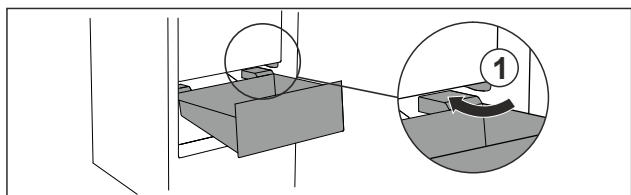

Fig. 78
- ▶ Zásuvku vedte šikmo podél zářezek Fig. 78 (1).